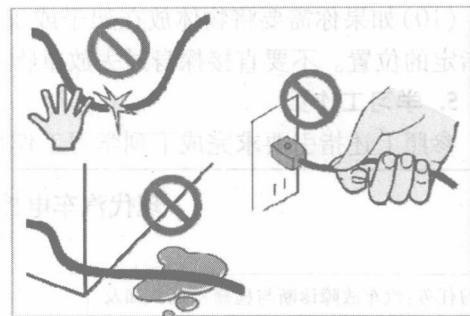

图 1-1-6 用电安全
(1) 如果发现电气设备有任何异常,立即关掉开关,并联系管理员 / 领班。
(2)如果电路中发生短路或意外火灾,在进行灭火步骤之前首先关掉电源(总)开关(图1-1-6)。